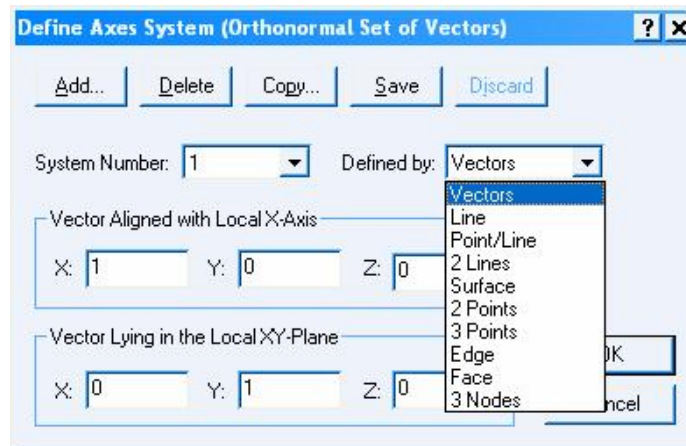

图 6.1
**用法**：菜单 Model - Orthotropic Axes Systems - Define...，如图 6.1 所示，定义的方式很多，定义完成后，将几何的初始应变轴或材料轴与正交轴系对齐，即可调整几何上单元的初始应变轴或材料轴的方向：